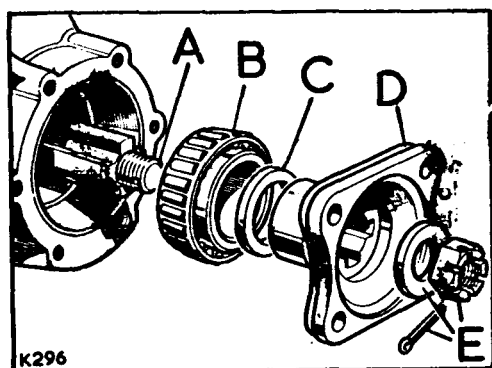

Fig. E1-50.- Brida de transmisión del piñón
- 3.07.- Montar la arandela distanciadora y la brida de arrastre (Fig. E1-50).